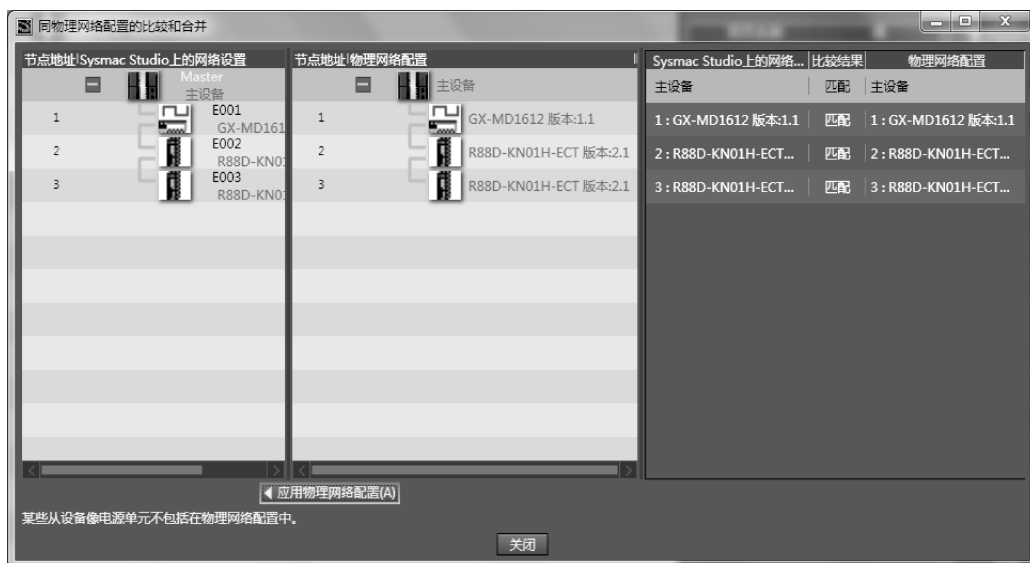

图 6-36 点击“应用物理网络配置”按钮
4) 点击“应用物理网络配置”按钮，如图 6-36 所示，实际的网络配置复制到 Sysmac Studio 中的网络配置中，比较结果栏显示配置的各个方面完全匹配。